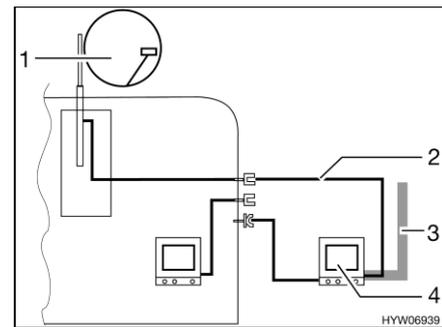

Fig. 148 TV en el área bajo el toldo
- TV en el área bajo el toldo (Fig. 148,4): Conexión a la antena del techo (Fig. 148,1) con el cable de conexión (Fig. 148,2)
- TV en el área bajo el toldo (Fig. 148,4): Conexión a antena externa (Fig. 148,3)